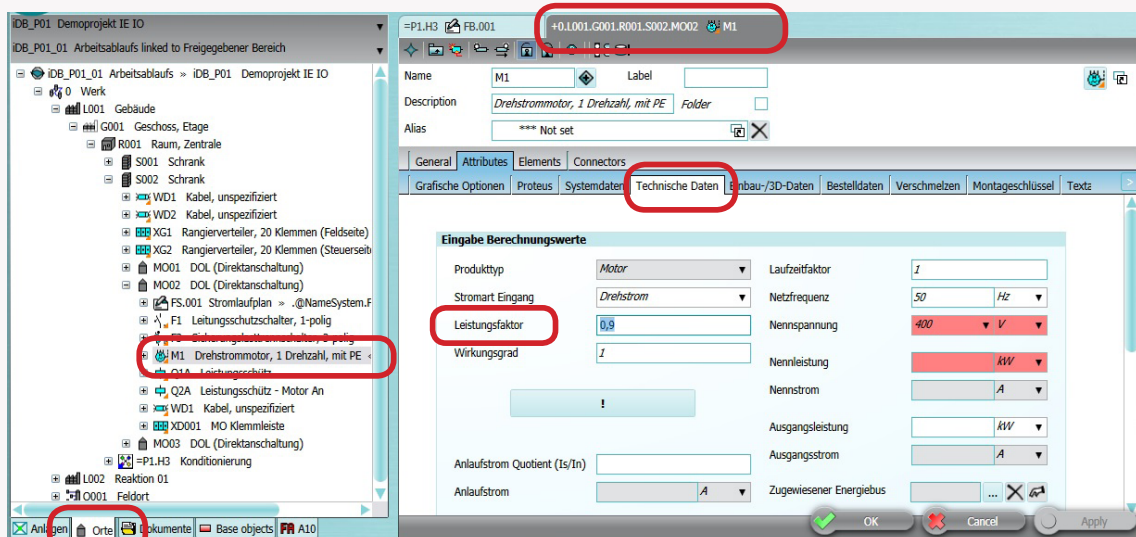

Abbildung 29 – Eigenschaften des Elektromotors M1
- Füllen Sie das **Feld Leistungsfaktor** auf der Registerkarte **Technische Daten** wie folgt aus (**siehe Abbildung 29**);